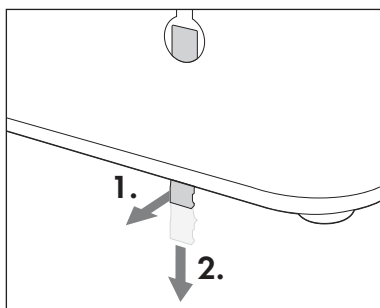

Fig. 1
2. Introduceți cele două dibluri furnizate ⑨ în găuri și înșurubați cele două șuruburi furnizate ⑧ în dibluri ⑨. Atenție, lăsați șuruburile ⑧ în afara găurilor cca 3 mm.
3. Pe partea din spate a aparatului, în inelul de suspendare drept ⑥ se află un știft de siguranță ⑦ care împiedică desprinderea aparatului din șuruburi ⑧. Apăsăți știftul de siguranță ⑦ puțin spre spate, până când se aude un clic. Apoi trageți știftul de siguranță ⑦ puțin în jos din inelul de suspendare ⑥ (a se vedea fig. 1).